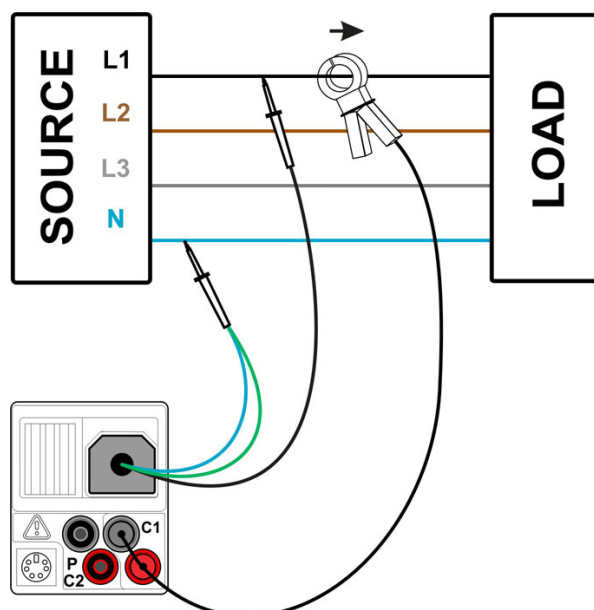

Abbildung 7.2: Leistungsmessung
- ❑ **Schließen Sie** die Spannungs-Prüfleitungen und die Stromzange an das Prüfstück an (siehe Abbildung 7.2).
(Siehe Abbildung 7.2)